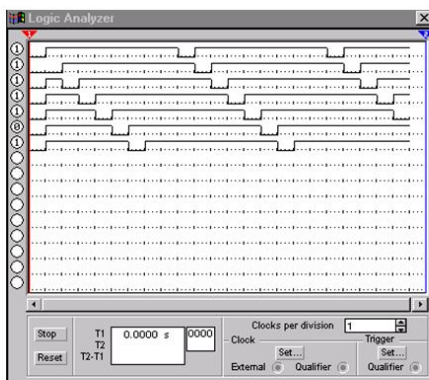

Рис. 6. Логический анализ выходных сигналов схемы
3.4. Активизируем окно логического анализатора (рис.6) и включаем питание схемы.
3.6. Зарисуйте диаграммы работы дешифратора с экрана Logic Analyzer и сравните их с временными диаграммами, представленными на рис.6.